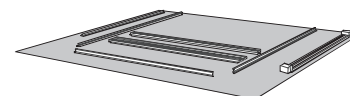

Fig. 2
2. Disposez les pièces sur une zone dégagée, face vers le bas. Assurez-vous de placer une toile de protection sur le plancher pour éviter d'égratigner la trousse de garniture ou le plancher (Fig. 2).